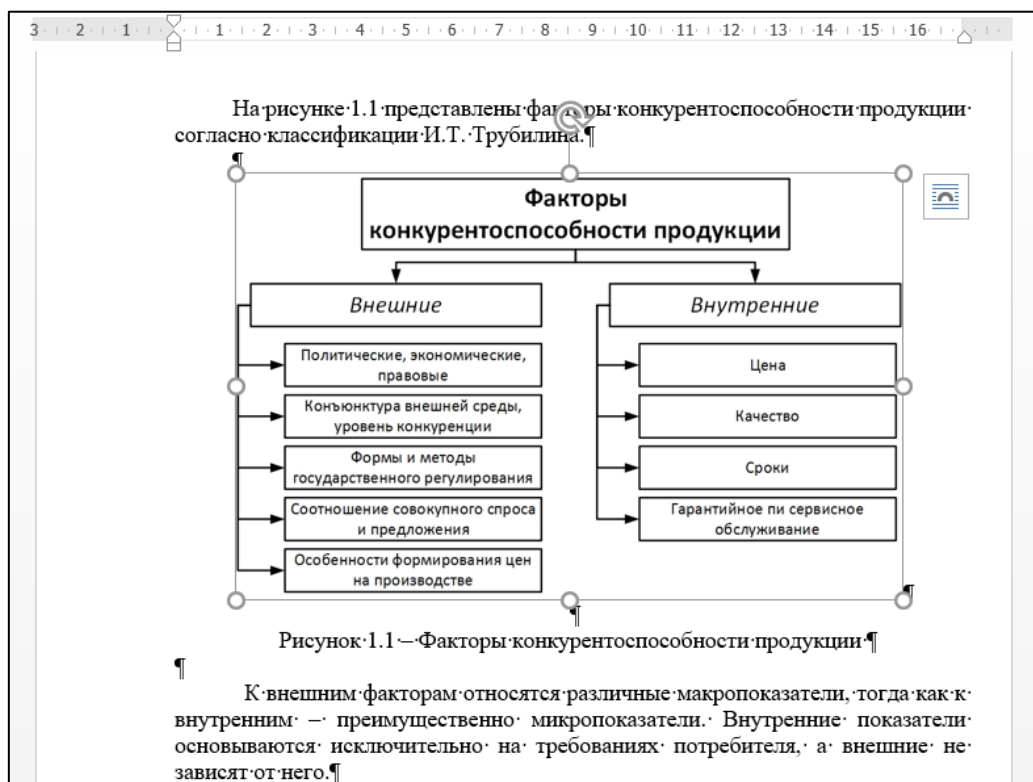

Рисунок 2.2 – Оформление иллюстрации с подрисуночной подписью и ссылкой на рисунок в тексте
9. На все рисунки в тексте должны быть ссылки (до рисунка). При ссылке на иллюстрацию следует писать, *например*, «...в соответствии с рисунком 2.1» или приводить ссылку в скобках (рисунок 2.2).